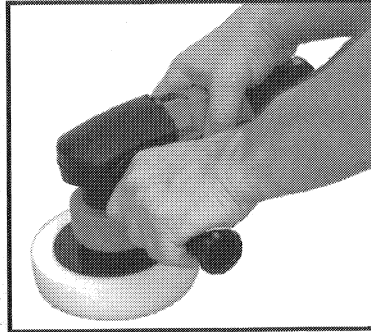

Fig. 3
3. Saisissez la polisseuse fermement des deux mains, une main sur la poignée auxiliaire et une main sur le carter du moteur (voir Fig. 3).